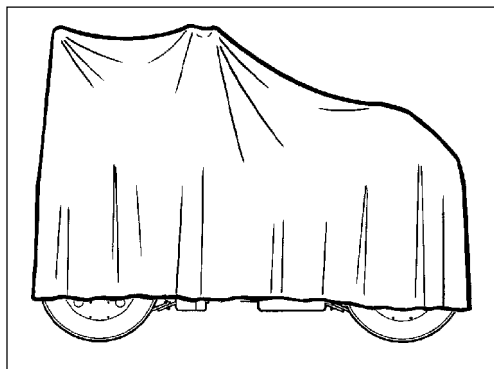

Рис. 49 Защита катка от атмосферных воздействий
- * Опустить кожух приборной панели. Накрыть машину брезентом полностью. ВНИМАНИЕ: Брезент должен опускаться свободно (смотри рисунок 49). Каток желательно хранить в закрытом помещении при постоянной температуре.